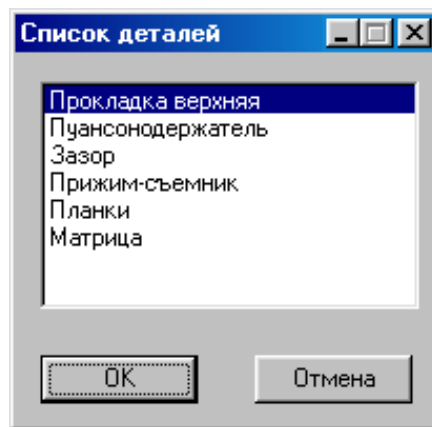

Рисунок 1.43 – Вікно списку деталей пакета
- фіксується фантом розрізу пакета на кресленні. При позитивній відповіді на питання "Редагувати пакет?" на екрані висвітлюється список деталей пакета (рис. 1.43);.